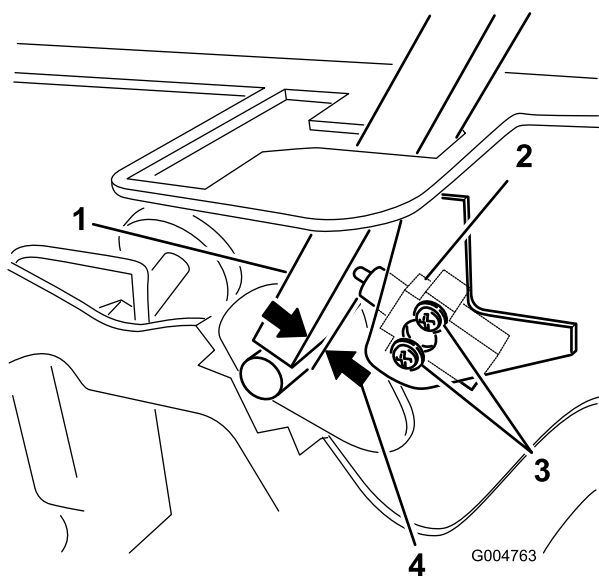

Figura 61
3. Allentate le due viti che fissano il microinterruttore di sicurezza (Figura 61).
4. Tenete la leva di controllo contro il telaio, spostate il microinterruttore verso la leva finché la distanza tra la leva ed il corpo del microinterruttore non è compresa tra 0,4 e 1 mm (Figura 61).